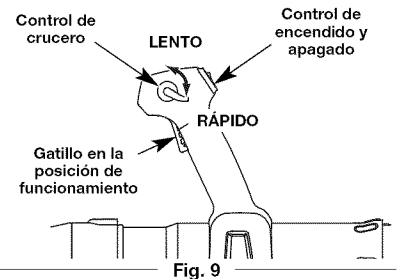

Fig. 9
**NOTA:** No hay necesidad de encender la unidad. El Control de Encendido y Apagado está en la posición **Encendido (I)**, en todo momento (Fig. 9).
5. Oprima el control de crucero hacia abajo para trabar el gatillo en la posición de **RÁPIDO** (Fig. 9).
2. Oprima y mantenga oprimido el control de encendido y apagado en la posición de **APAGADO (O)** hasta que el motor se detenga por completo (Fig. 9).
1. Una vez que el motor haya arrancado y esté caliente, oprima el gatillo para acelerar la unidad según sea necesario (Fig. 9).
2. Para períodos de funcionamiento más prolongados y para eliminar la posibilidad de fatiga en el dedo, mueva el control de crucero hacia la posición RÁPIDO para aumentar poco a poco o mantener la velocidad del motor de la unidad (Fig. 9). Cuando se oprima el control de crucero, el gatillo retrocederá hacia la manija.
3. Para disminuir la velocidad del motor, mueva el control de crucero hacia la posición LENTO y el gatillo regresará a la posición de marcha en vacío (Fig. 9).
5. Oprima el control de crucero hacia abajo para trabar el gatillo en la posición de RÁPIDO (Fig. 9).
- Use el control de crucero (Fig. 9) para mantener el gatillo oprimido mientras esté trabajando para facilitar el funcionamiento continuo.